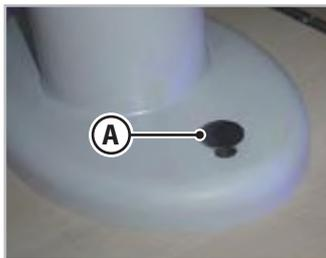

Fig. 6.25 - Pata telescópica
1. Presione con el pie el botón (A - Fig.6.25) situado en la base de la mesa.